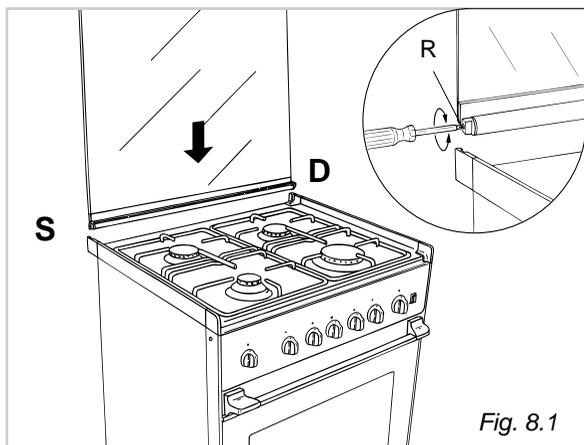

Fig. 8.1
- nella sede destra deve essere montata la cerniera con la stampigliatura "D" mentre nella sede sinistra la cerniera con la stampigliatura "S" (Fig. 8.1)
Eventualmente registrare la taratura delle molle delle cerniere ruotando le viti (R) in senso orario (fig. 8.1).